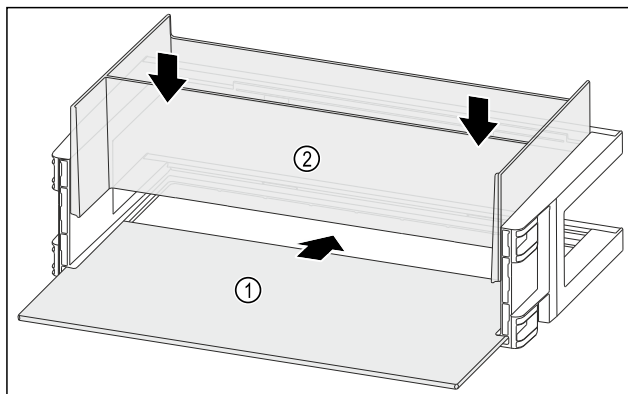

Fig. 117
- Вкарайте рафта Fig. 117 (1) в страничните прорези.
- Поставете органайзера Fig. 117 (2).